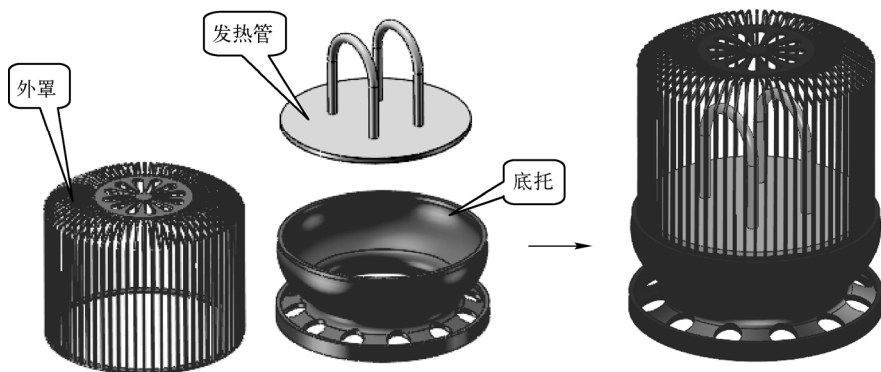

图 6-72 需创建的取暖器装配模型
(1) 使用本章所学的知识，以本书提供的素材文件（“取暖器”文件夹下的文件）为零部件创建如图 6-72 所示的取暖器零件装配。